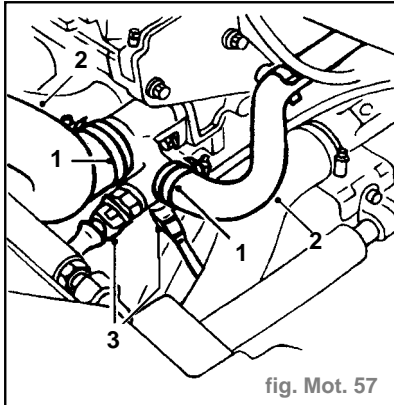

fig. Mot. 57
- Déposer le pignon d'arbre à cames (2).
- Enlever le ressort du tendeur de courroie de distribution (3).
- Déposer le boulon Allen central du tendeur de courroie de distribution et la vis de la plaque de fond (4).
- Déposer le tendeur de courroie d'arbre à cames (5).
- Enlever les 3 boulons maintenant le couvercle arrière de courroie de distribution (6).
- Déposer le couvercle arrière de courroie de distribution (7).
- Enlever les attaches (1) maintenant les durites de liquide de refroidissement sur le coude de sortie de liquide (fig. Mot. 57).